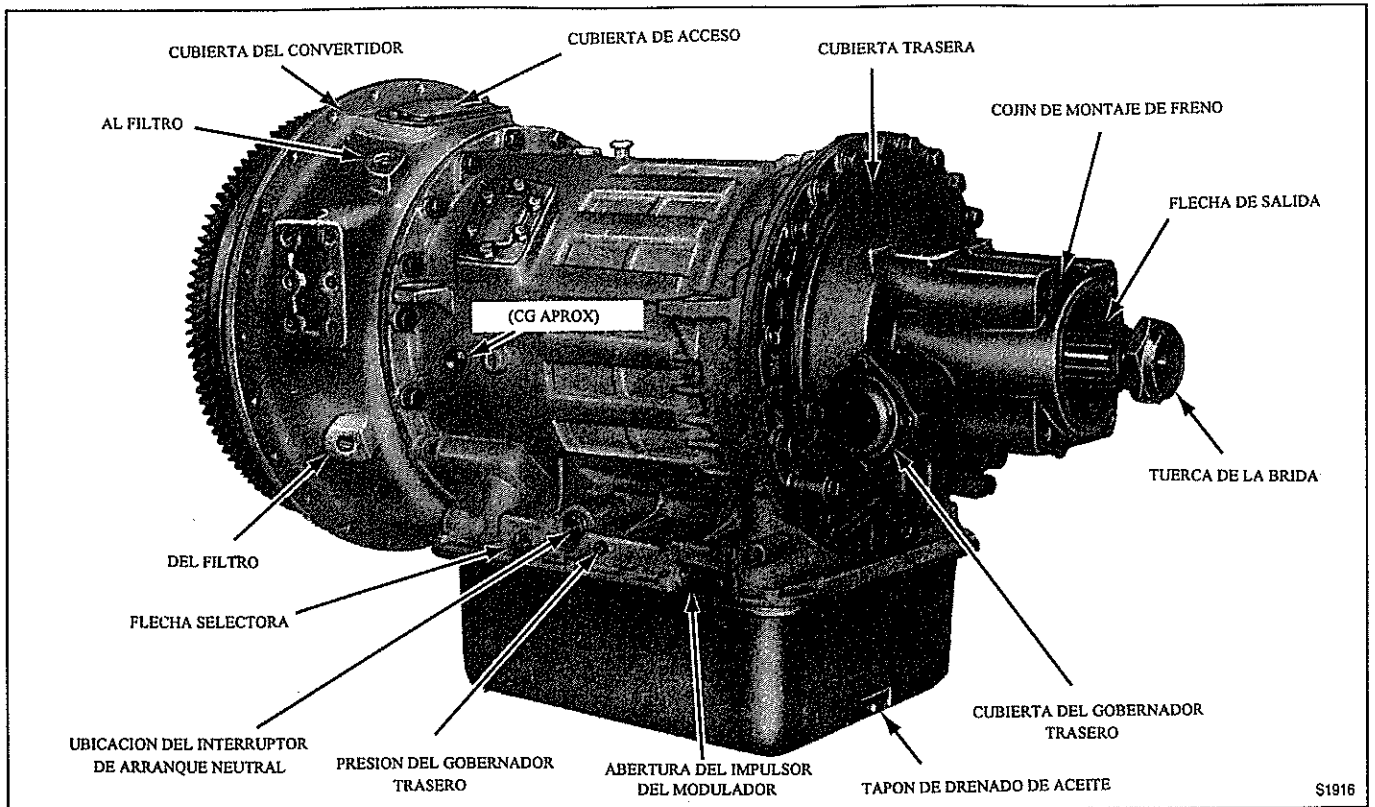

Figura 1-1. Transmisión Modelo HT 740 - Vista Trasera Izquierda
a. Cobertura. Este Manual de Servicio describe la operación, mantenimiento y procedimientos de reparaciones mayores para las transmisiones automáticas de la Serie HT 700 (Figura 1-1 a 1-8). Los componentes más importantes de la transmisión se describen y sus funciones se explican. Se proporcionan instrucciones detalladas para el desarmado y rearmado. El diagnóstico de fallas y las inspecciones de partes se muestran en las Secciones 3 y 4. La información de resortes se muestra en la Sección 8.
(1) El texto es apoyado con fotografías, dibujos de línea, y vistas seccionadas. Los procedimientos de reparación mayor se ilustran principalmente por medio de fotografías. Los dibujos de línea se utilizan para suplementar los procedimientos de armado detallados; las vistas seccionadas indican las trayectorias de torque y la relación de las partes ensambladas. Las secciones transversales, esquemas codificados por color del sistema hidráulico y todas las vistas esquemáticas se encuentran en los desplegados de la parte posterior del manual.
(2) Ciertas ilustraciones no siempre indicarán el modelo al que se le da servicio. Sin embargo, la ilustración indicará el procedimiento correcto.